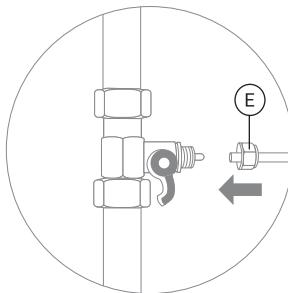
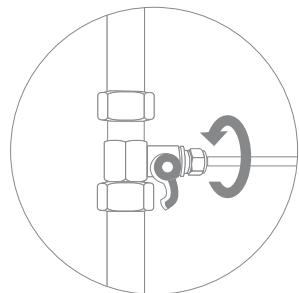

Рис. 7
Рис. 8
2. В гайку (Е) проденьте пластиковую трубку (рис. 7). Конец трубы наденьте на штуцер адаптера-вентиля до упора и плотно накрутите гайку (рис. 8).